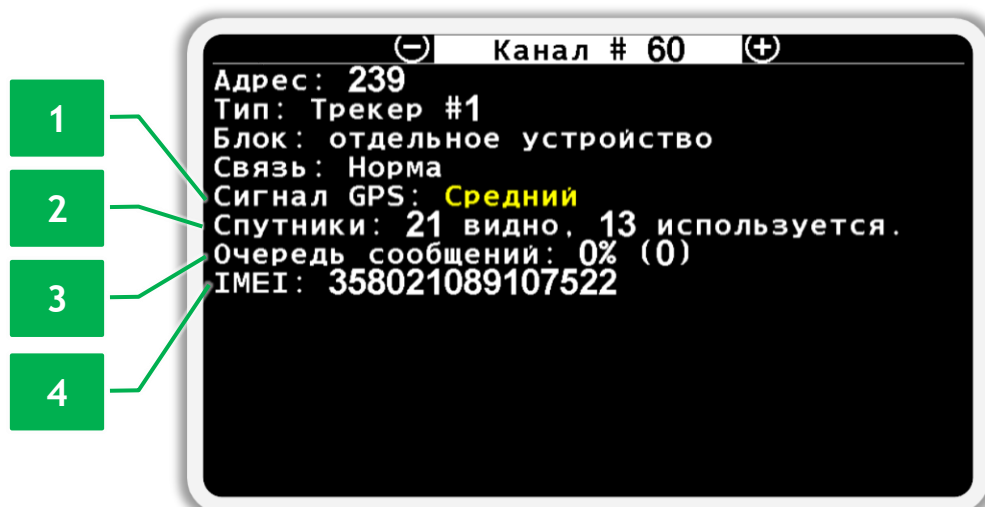

Рисунок 57 Экран просмотра состояния трекера
- Сигнал GPS (см. Рисунок 57 п.1). Отображает качество определения текущего местоположения транспортного средства. Рекомендуется начать работу после того, как сигнал GPS станет «средний».
- Спутники (см. Рисунок 57 п.2). Отображает количество видимых и используемых спутников.
- Очередь сообщений (см. Рисунок 57 п.3). Отображает заполненность внутренней памяти трекера в процентах. При этом в скобках указано точное количество сообщений в архиве. Когда все данные переданы на сервер должен показывать 0 сообщений.
- IMEI код трекера (см. Рисунок 57 п.4). Показывает ненулевое значение после того, как трекер сможет установить соединение с сетью оператора. Используется при регистрации на сервере сбора данных.